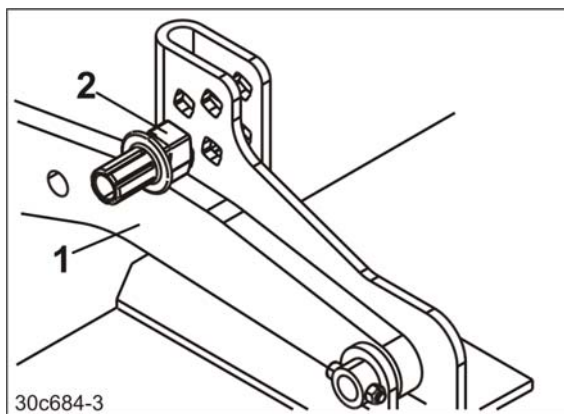

Fig. 116
- Bærearmene (Fig. 116/1) støtter seg på dybdereguleringsboltene (Fig. 116/2).
7. Kontroller om begge bærearmene (Fig. 116/1) ligger inntil dybdereguleringsboltene.